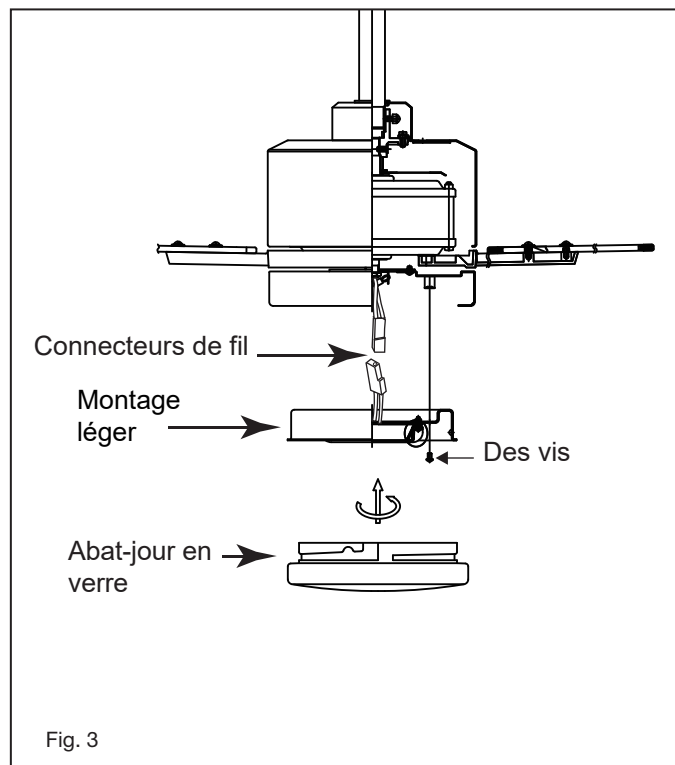

Fig. 3
- 1 Retirez l'une des trois vis de la plaque d'adaptation située sur le moteur du ventilateur. Desserrez les 2 autres vis. (Ne pas retirer) (Fig.3)
- 2 Tout en maintenant l'assemblage LED sous votre ventilateur, effectuez les connexions de la fiche polarisée: (Fig.3)
- 1 Retirez la plaque murale existante et l'ancien interrupteur de la boîte de prise murale. (Fig. 3)